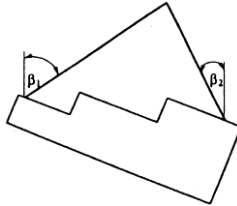

Abbildung 1: Beispiel für ungleiche Neigungswinkel β
- Treten bei 2-strängigen Gehängen unterschiedliche Neigungswinkel auf (Abbildung 1), darf nur die Tragfähigkeit eines einzelnen Strangs bei 90° zugrunde gelegt werden.